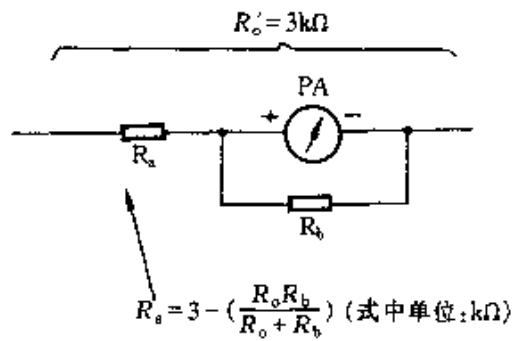

图 4-8
④ 如图 4-8 所示, R_a 为内阻整定电阻,当表头内阻 R_0 与 R_b 的并联值 $(R_0 // R_b) = 3 \text{k}\Omega$ 时,不用串联 R_a ;当 $(R_0 // R_b) < 3 \text{k}\Omega$ 时,则需串联 R_a , $R_a = 3 - (R_0 // R_b)$,式中单位均为 $\text{k}\Omega$ 。通过以上整定,使表头电路的等效 $I_0' = 160\mu\text{A}$ 、等效内阻 $R_0' = 3 \text{k}\Omega$ 。
(2) 制作与调试